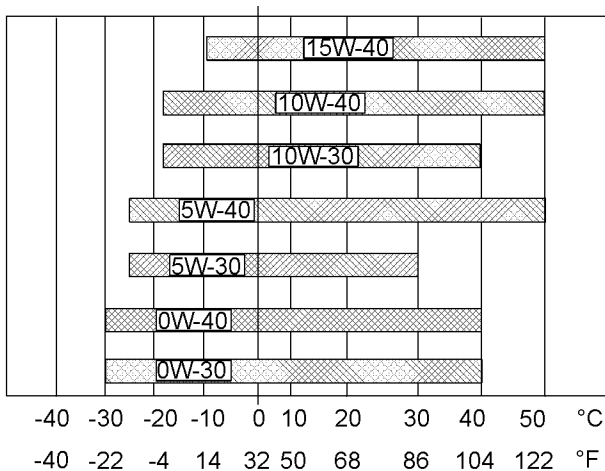

図 38
冷めたエンジンを始動するのに必要なオイルの粘度を判断するには、図38 (最低温度)を参照してください。
想定される最高外気温でエンジンを運転する際のオイル粘度を選定するには、図38 (最高温度)を参照してください。
- 該当する"推奨油粘度"を確認してください。図38を参照して、ご使用のエンジンに適した粘度等級を確認してください。